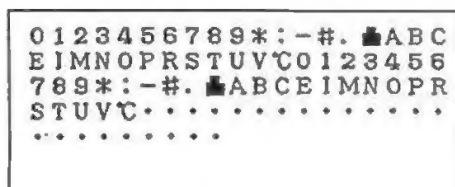

図5
- 4) プリント結果は図5の様になり連続して打ち出されます。